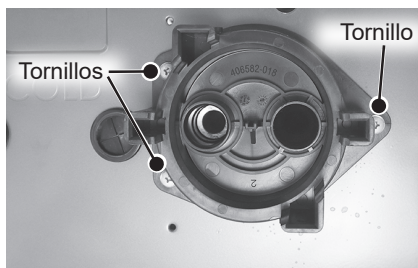

Figura 182 - Retire los tornillos del múltiple
- 13** Ubique los tres (3) tornillos que fijan el múltiple del cartucho al lado inferior del calentador de agua, como se muestra en la Figura 182. Use un destornillador Phillips para retirar los tornillos. Deje los tornillos a un lado en un lugar seguro para volver a instalarlos.
- 16** Ubique los tres (3) tornillos que se retiraron anteriormente en el **Paso 13**. Use los tornillos para fijar el múltiple del cartucho al gabinete del calentador de agua. Consulte la Figura 182.